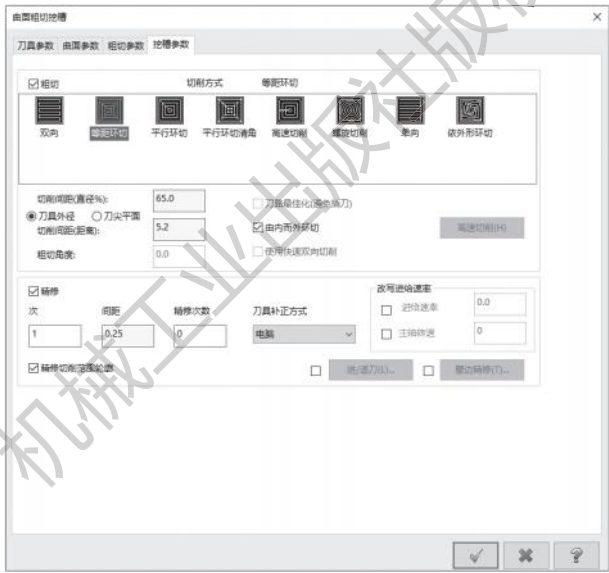

图 4-36 挖槽参数设置
5) 打开【挖槽参数】选项卡，选择切削方式为【等距环切】，设置【切削间距（直径 %）】为 65%。勾选【精修】复选项，设置【次】为 1，【间距】为 0.25mm，如图 4-36 所示。